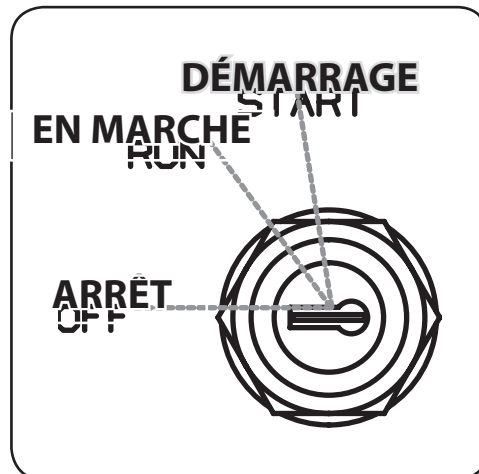

Figure 4-2
3. Tournez la clé vers la droite pour démarrer le moteur. Voir Figure 4-2.